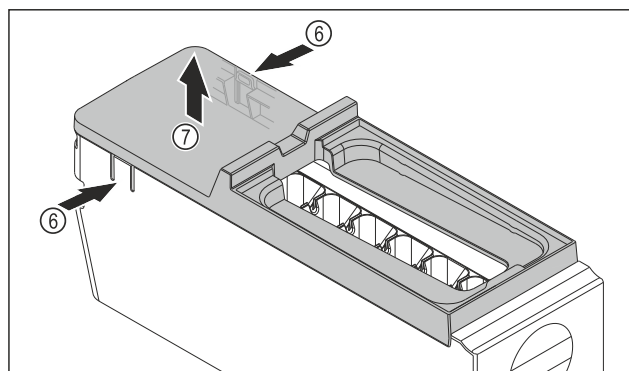

Fig. 131
- ▶ Изваждане на капака на корпуса на EasyTwist-Ice: Натиснете езичетата Fig. 131 (6) от двете страни на корпуса на EasyTwist-Ice с една ръка.
- ▶ С другата ръка извадете капака Fig. 131 (7) нагоре.